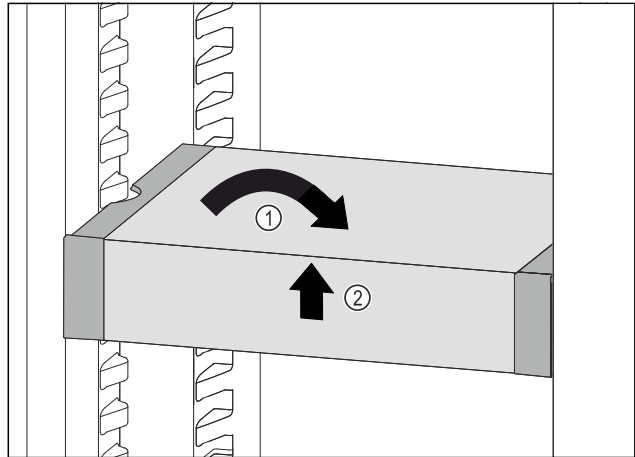

Fig. 240
- VarioSafe gerade stellen. Fig. 240 (1)
- VarioSafe vorne anheben. Fig. 240 (2)